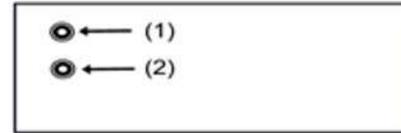

Fig. 18
Fusible de la incubadora: 8 A (fig.18 (1))
Fusible para tomas internas: 10 A (fig.18(2))